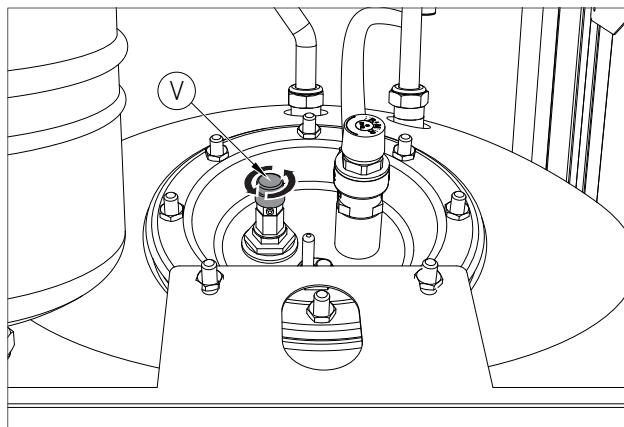

рис. 1
- › После завершения всех операций закройте кран опорожнения 'RB' (рис. 1) и все открытые водяные краны.
Для проверки функционирования анода откройте малый клапан, расположенный в верхней части котла (см. рис. 1 — V).